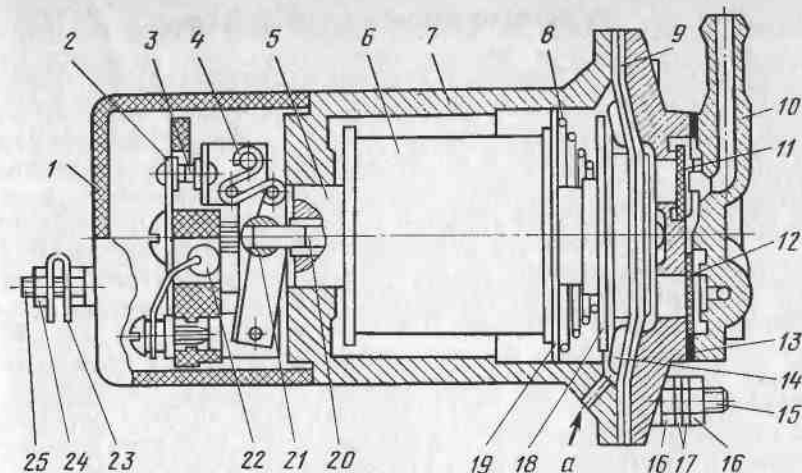

Рис. 220. Электромагнитный бензонасос:
**Электромагнитный бензонасос** (рис. 220) обеспечивает нагнетание топлива в регулятор отопителя и состоит из электромагнита, якоря 18 с диафрагмой 9, пружины 8, под действием которой нагнетается топливо, клапанной системы и механического прерывателя.
От технического состояния бензонасоса зависит работоспособность отопительной установки. Поэтому через каждые 200...300 ч работы необходимо производить проверку состояния контактов. При обнаружении масла или налета грязи на контактах их необходимо протереть чистой замшей или другим материалом, не оставляющим волокон, смоченным авиационным бензином. При обнаружении подгорания контактов их необходимо зачистить мелкой стеклянной шкуркой № 150 и протереть. Не надевая крышки 1 (см. рис. 220), нужно соединить бензонасос с топливной магистралью и проверить его работу. После проверки крышку установить на место.